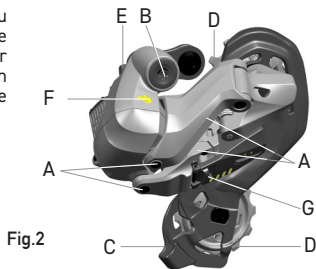

Fig.2
• Le dérailleur arrière est le composant du groupe de transmission du vélo permettant le déplacement de la chaîne sur les pignons pour obtenir différents rapports de transmission entre pédalier et roue (les parties composant le dérailleur arrière sont reportées en (Fig. 2).